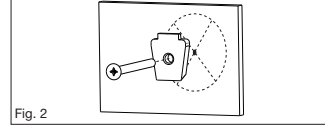

Fig. 2
8. Attach Assist Bar mounting bracket to the wall with screws. **DO NOT COMPLETELY TIGHTEN. (Fig. 2)**
- Attachez le support de fixation de la barre d'assistance au mur avec le tire-fond à tête hexagonale 1/4 po x 2-1/2. **NE SERREZ PAS COMPLÈTEMENT. (Fig. 2)**